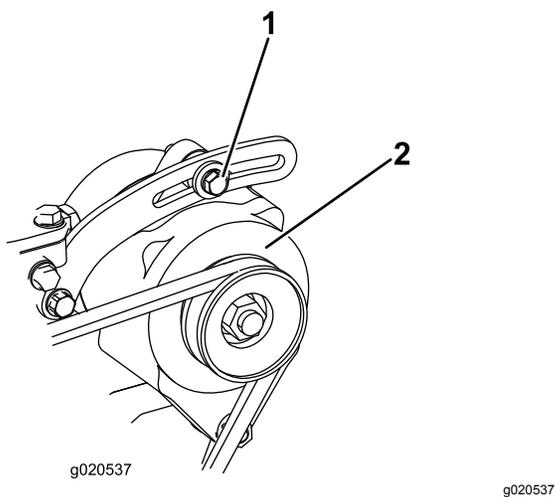

Рисунок 99
1. Если прогиб не равен 10 мм, ослабьте болты крепления генератора (**Рисунок 99**).